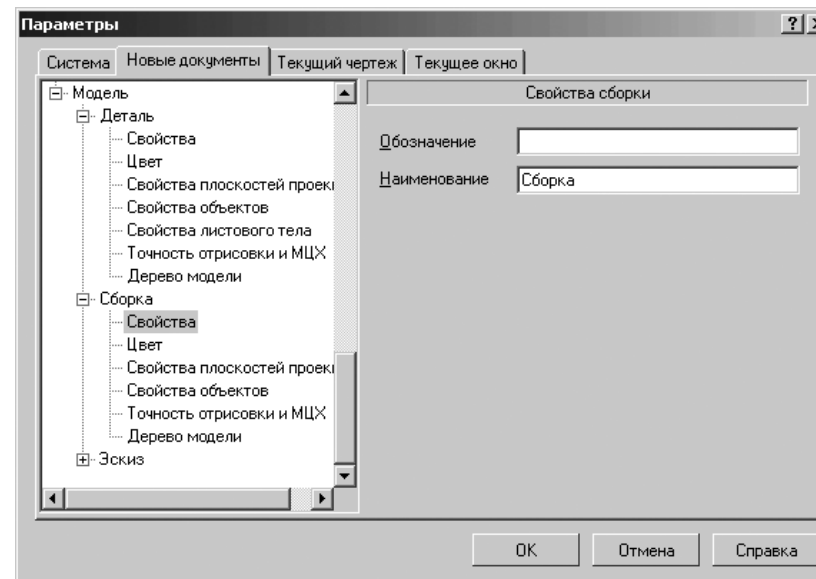

Рис. 10.99. Диалоговое окно **Параметры** с открытой вкладкой **Новые документы** и панелью **Свойства сборки**
- щелкните в списке настраиваемых элементов  **Сборка** по пункту **Свойства**. В правой части появится панель **Свойства сборки**, показанная на рис. 10.99;